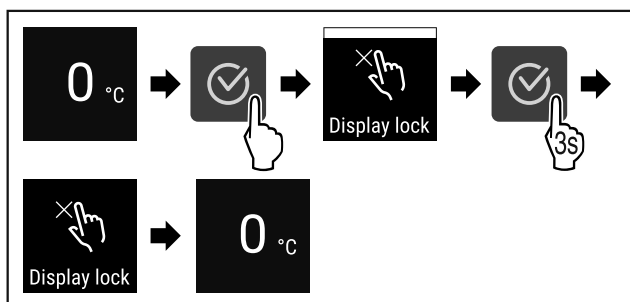

Fig. 78
- ▶ Végezze el a gyakorlati lépéseket (lásd Fig. 78) .